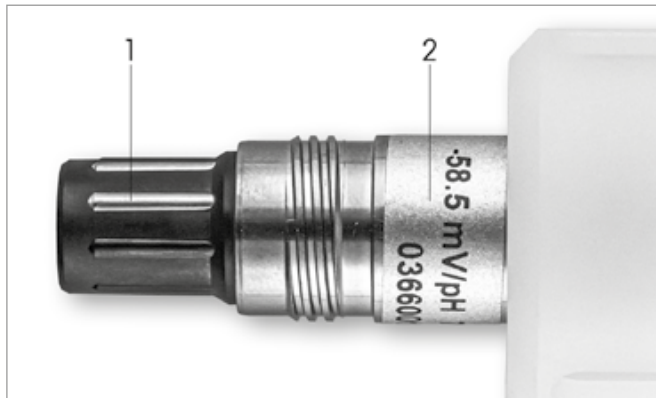

Fig. 1: Sensore di pH InSUS (esempio)
3.5 Individuare i valori di pendenza e punto zero (offset) che si trovano sull'etichetta del sensore (Fig. 1) o nel certificato di qualità del sensore e utilizzarli per l'inserimento dei dati. Premere il valore della pendenza e utilizzare i tasti per modificare il valore in mV/pH.